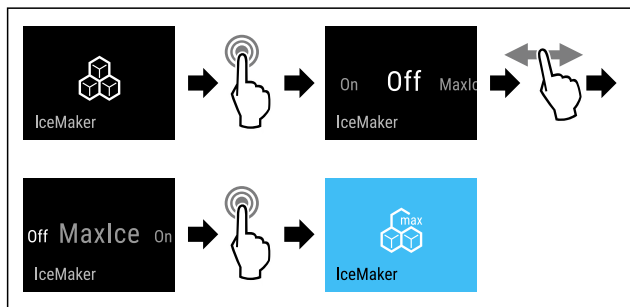

Fig. 17
- ▶ Efectuați pașii de acțiune (vezi Fig. 17).